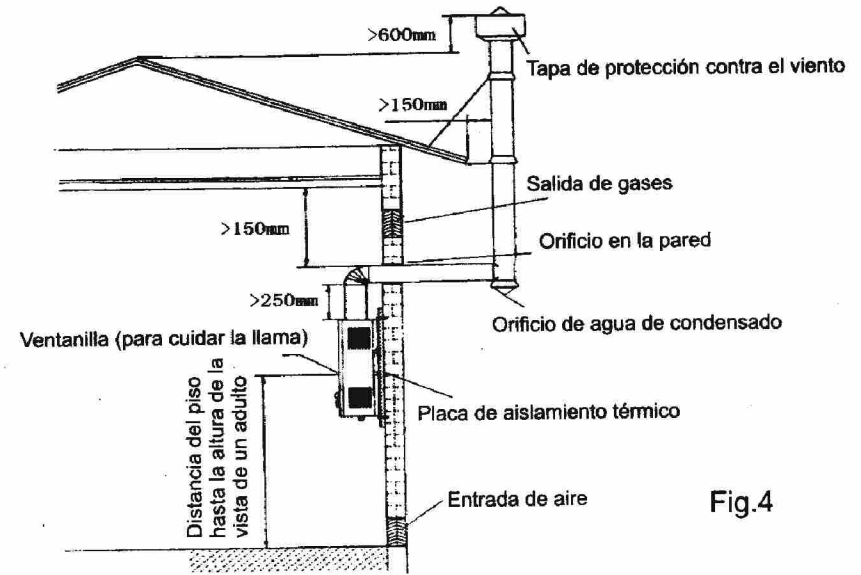

Fig.4
2.3.2 Instalación de los tubos de salida de gases (ver la Fig.4)